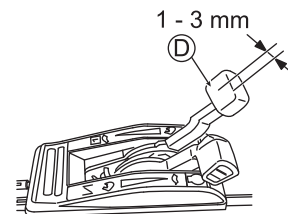

Fig. 27
Ajuste a folga da alavanca de ajuste de velocidade (D) em 1 - 3 mm, como mostrado na fig. 27.